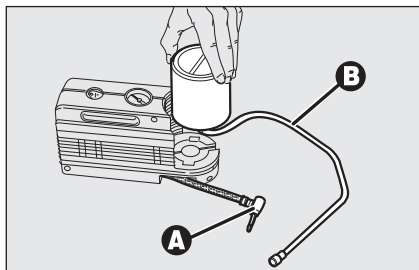

fig. 23
- déconnecter l'attelage **A**-fig. 23 et le tuyau **B**;